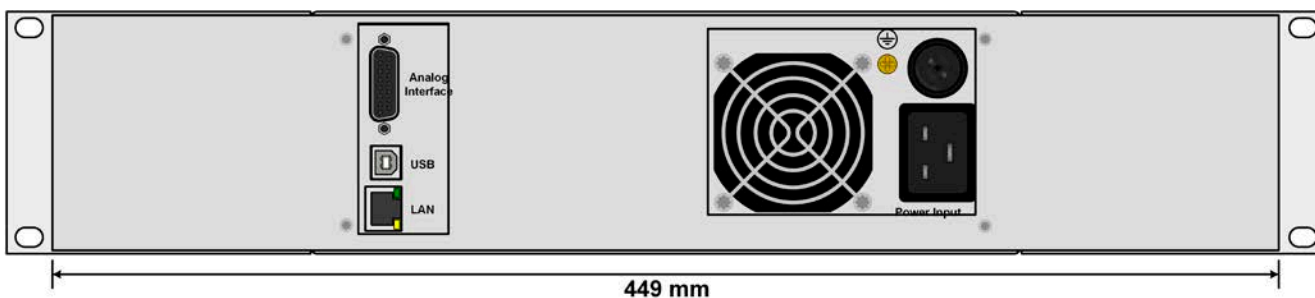

Bild 11 - Ansicht von hinten nach kompletter Montage des Einbaurahmens (Rückseite 1000 W / 1500 W gezeigt)
5. Den Montagewinkel (4) für die Rückseite mit 4x Schraube M3x6 (5) und je 1x Sicherungsscheibe M3 auf die Sechskantbolzen schrauben. Dabei die Schablone wählen, die für ein PSI 9000 DT paßt (*Bild 11*).